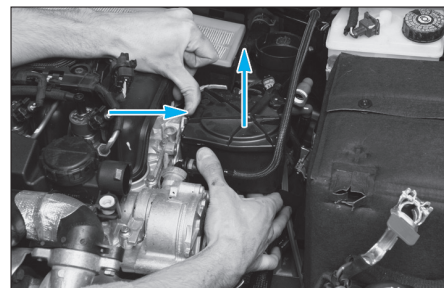

Fig. 58
- Décliper puis déposer le filtre à gazole (Fig.58).